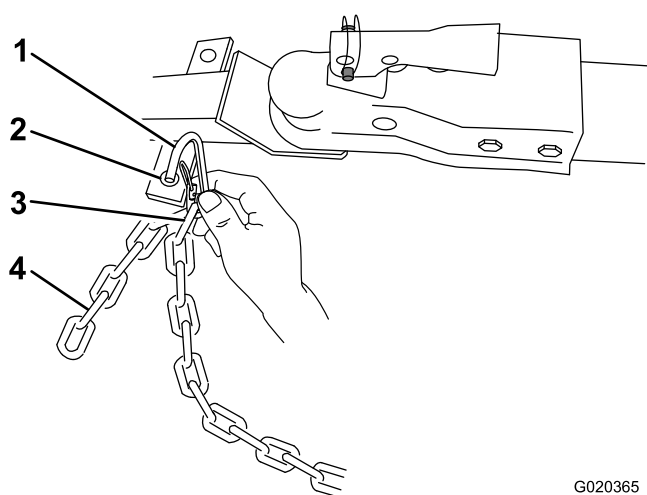

Figure 28
- Accrochez chaque bout de la chaîne au point de montage de la chaîne de sécurité du véhicule tracteur à l'aide des maillons d'attache (Figure 28).
Remarque: Pour les modèles 68007C et 68008C, accrochez les maillons d'attache aux maillons appropriés de la chaîne de sécurité (Figure 28). Si la